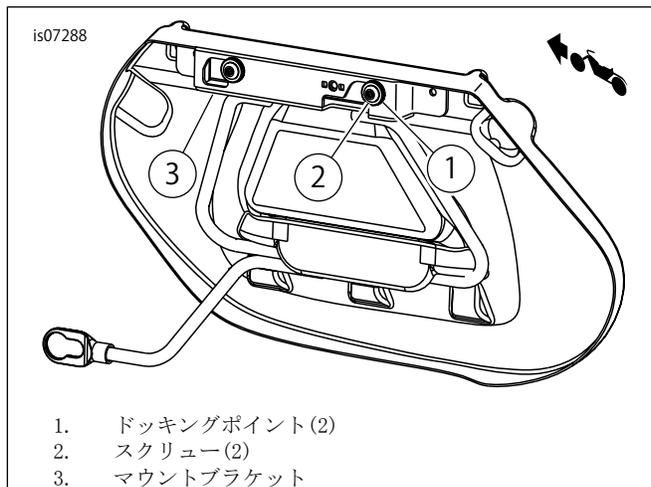

図2。ドリル位置のマーク
- 「図2」を参照してください。ドッキングポイントを取り付けブラケットに挿入します。スクリューをドッキングポイント(8)とサドルバッグに挿入し、ブラケットの位置を正しく合わせます。